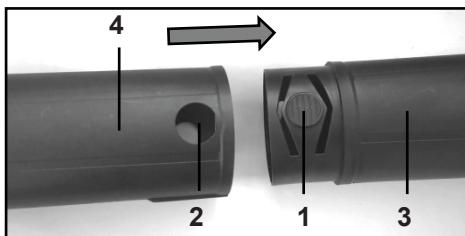

Рисунок 3. Встановлення подовжувального патрубка.
- натиснути кнопки пружного фіксатора (1, рис. 3) з обох боків повітряної насадки (3, рис. 3) та сумістити їх з пазами (2, рис. 3) з обох боків подовжувача повітряної насадки (4, рис. 3);
- з'єднати повітряну насадку з подовжувачем повітряної насадки з зусиллям до спрацьовування пружного фіксатора (рис. 3).